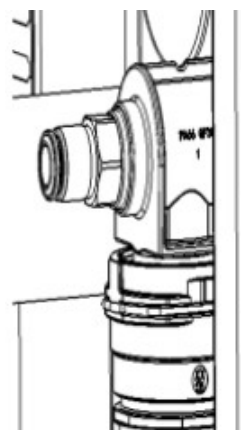

图 6-6
2.4、如电柜采用手动排气阀，则在回水管路排气插口插上备好的排气用软管，务必插紧（图 6-6），并将其另一端放入冷却液桶内。如有自动排气阀，则无需插管，拧开自动排气阀。